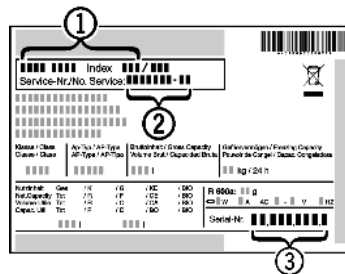

Fig. 14
- Leggere la denominazione dell'apparecchio *Fig. 14 (1)*, il n° assistenza *Fig. 14 (2)* e il n° di serie *Fig. 14 (3)* sulla targhetta identificativa. La targhetta identificativa è situata all'interno dell'apparecchio, sul lato sinistro.
- Informare il servizio di assistenza e comunicare il difetto, la denominazione dell'apparecchio *Fig. 14 (1)*, il n° assistenza *Fig. 14 (2)* e il n° di serie *Fig. 14 (3)*.